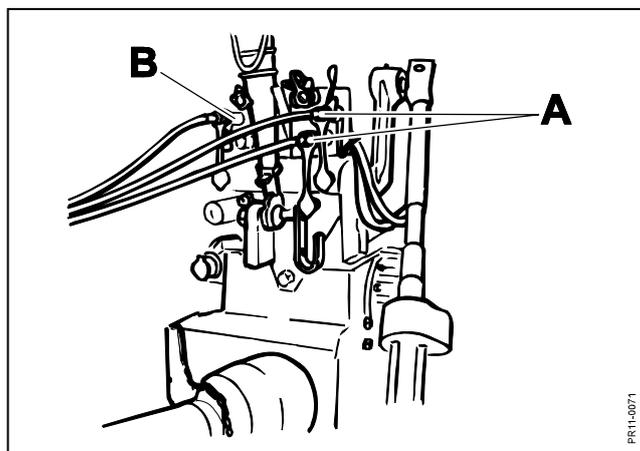

Abb. 2-5
**Abb. 2-5** Die Hydraulikschläuche für die Umstellungszyylinder an den doppelt wirkenden Anschluss **A** anschließen. Die Schläuche der Hybzyylinder an einen einzeln wirkenden Anschluss **B** an den Schlepper anschließen.